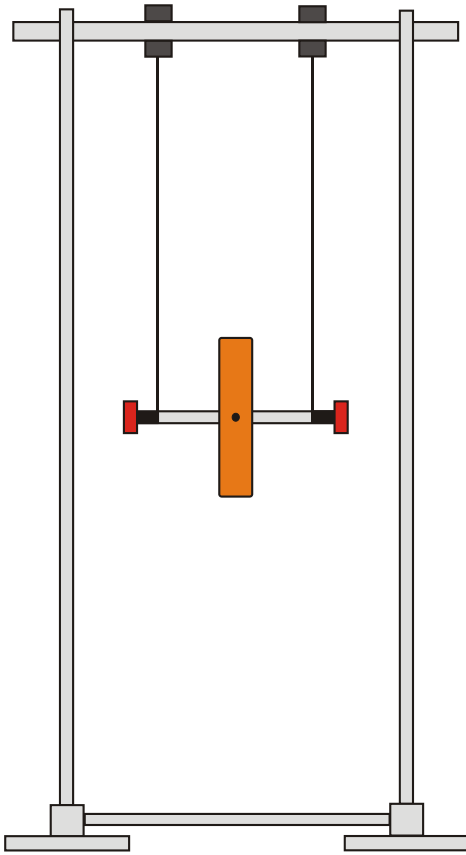

Fig. 1: Montagem experimental da roda de Maxwell
- Montar o material de sustentação conforme a fig. 1.